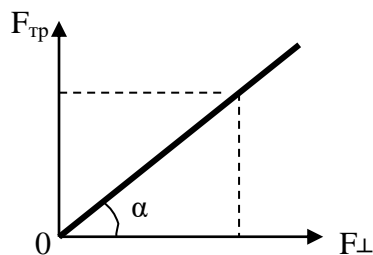

Рисунок 2
Согласно формуле (1) графиком зависимости $F_{тр}$ от силы нормального давления F является прямая линия (рисунок 2). Как видно из графика, $\mu = \operatorname{tg} \alpha$ (где α – угол наклона прямой к оси абсцисс).